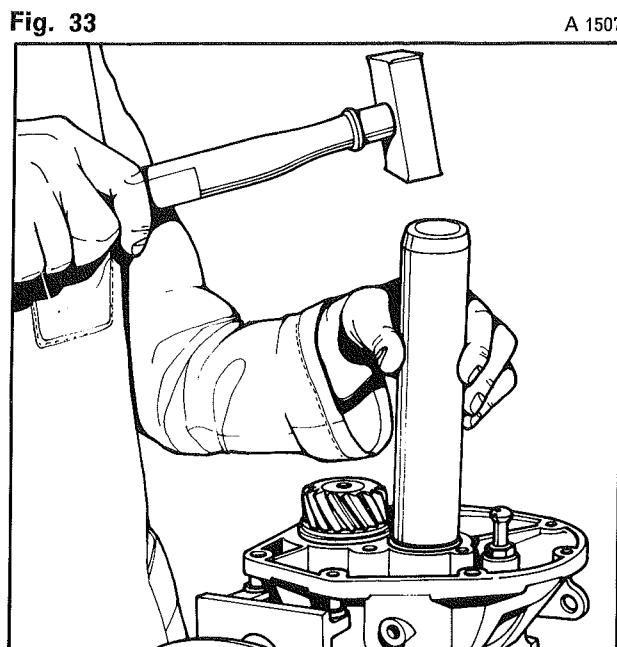

Fig. 33
- Monter un joint à lèvres neuf en utilisant le tube \varnothing int. 36 \varnothing ext. 45 long. 210 (fig. 33)